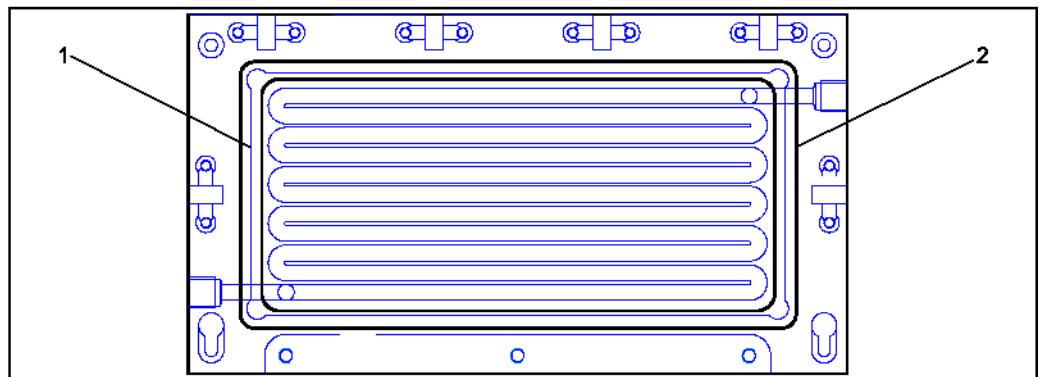

Рис. 6: Уплотнения
1. Снимите поврежденное уплотнение с направляющей в нижней части держателя фильтра ( $\rightarrow$  Рис. 6).